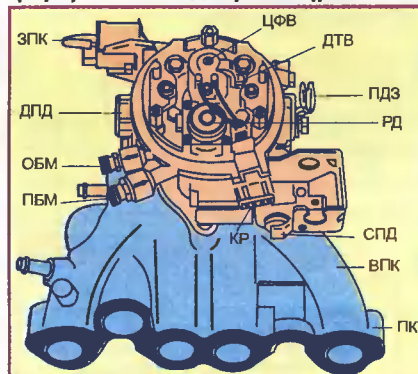

Рис. 4.
□ На рис. 4 показан центральный впрыскивающий узел системы "Моно-Jetronic". Из рисунка видно, что центральная форсунка впрыска (ЦФВ) устанавливается на стандартном впускном коллекторе вместо обычного карбюратора.
□ В системе "Моно-Jetronic" масса воздуха рассчитывается в ЭБУ по показаниям двух датчиков (см. рис. 4): температуры всасываемого воздуха (ДТВ) и положения дроссельной заслонки (ДПД). Пер-